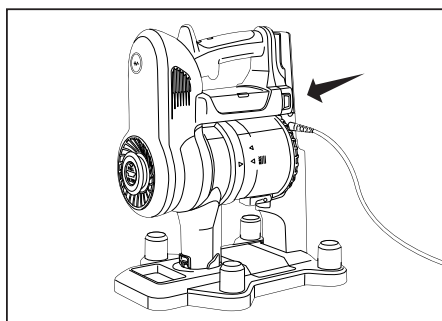

Fig. 2
1. Placez l'aspirateur sur la station de rangement/recharge, en veillant à ce que les points de l'aspirateur soient connectés à la station de rangement/recharge (Fig. 2).